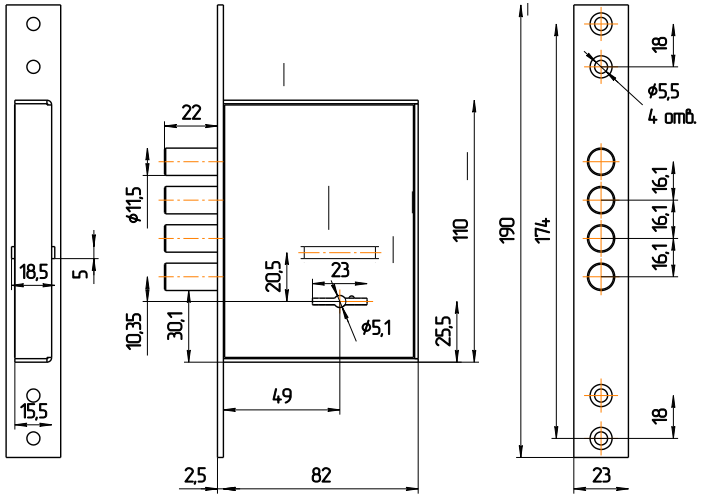

Рис.2
- 5.1. Произвести разметку и выполнить на полотне двери гнездо для корпуса замка, отверстие для ключа, а в дверной коробке – отверстия для пальцев засова (см. рис.2).